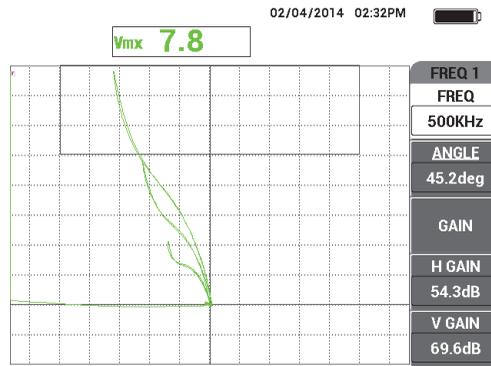

Figura 5-7 Verificación de calibración final
9. Pulse la tecla FREEZE (❄) para descongelar (activar) la pantalla del equipo; coloque la sonda sobre un estándar de calibración, pulse la tecla A-LIFT NULL (⊕) y, después, escanee el estándar de calibración para efectuar una verificación de calibración final. Vea la Figura 5-7 en la página 144.